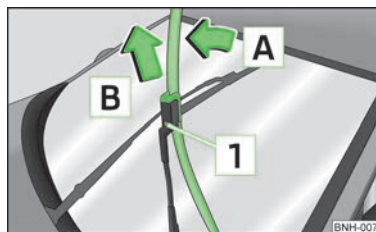

Fig. 29
- Levantar el brazo de la luna trasera del parabrisas e inclinar la escobilla ligeramente en la dirección del brazo del limpiacristales, flecha **A** » fig. 29.